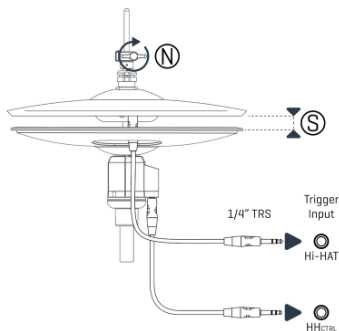

Figura 5
- 1 Suba o prato superior de maneira gradual até que o suporte móvel do controlador do Hi-Hat (O) deixe de segurar o movimento.
- 2 Nesta posição, ajuste o parafuso de orelhas do clutch (N) como é mostrado na Figura 5.